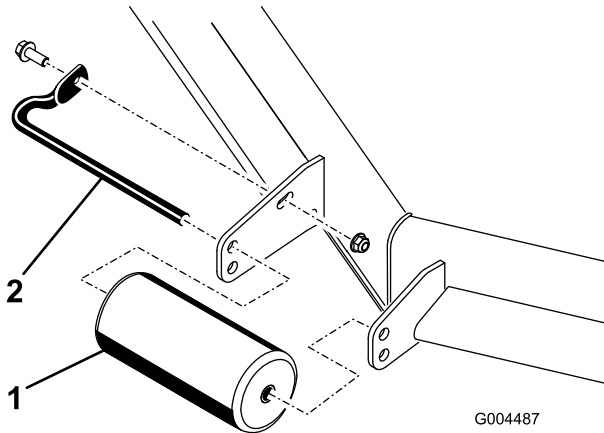

Figura 20
4. Retire os dispositivos de fixação que fixam cada rolo na plataforma do cortador e desloque os rolos para cima ou para baixo conforme desejado; consulte Figura 20 a Figura 24 conforme se aplique ao seu cortador.